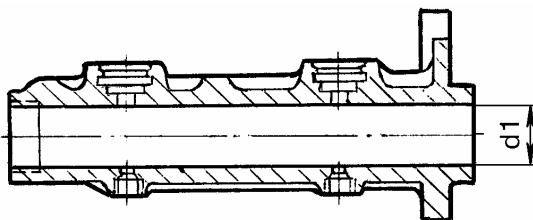

Рис. 21.
10.2 Произвести замер рабочих поверхностей деталей.**10.2.1 Корпус главного тормозного цилиндра, рис. 21.**